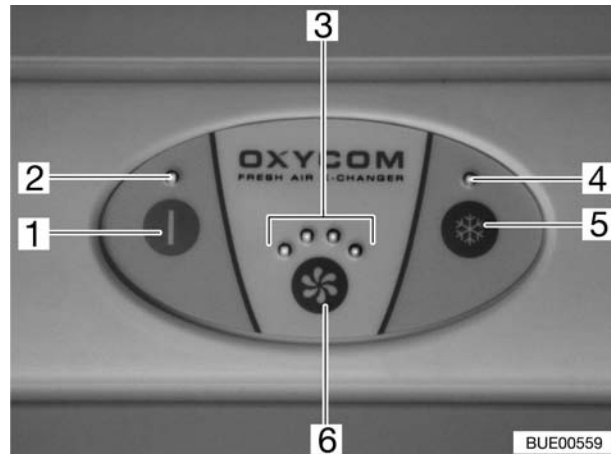

Fig. 154 Quadro comandi
- Premere l'interruttore di alimentazione (Fig. 154,1). L'impianto climatizzazione si avvia nella funzione selezionata per ultima. Il LED (Fig. 154,2) si accende.
- Selezionare il livello di aerazione. Allo scopo premere il tasto di aerazione (Fig. 154,6) fino a che non è raggiunto il livello di aerazione desiderato (massimo quattro livelli).
Il LED corrispondente (Fig. 154,3) indica il livello di aerazione.
- Premere il tasto raffreddamento (Fig. 154,5). Il LED (Fig. 154,4) si accende.
L'inizio del processo di raffreddamento dura ca. 3 minuti. In questo lasso di tempo tutti i LED (Fig. 154,3) lampeggiano.
- Premere l'interruttore di alimentazione (Fig. 154,1).